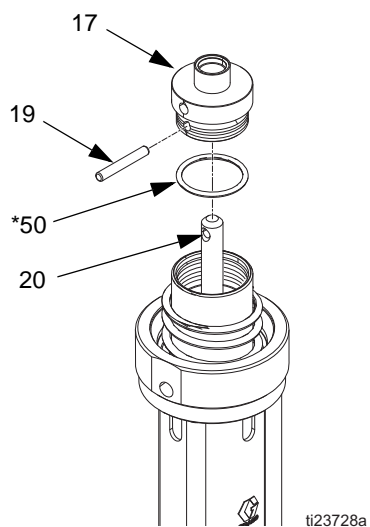

图 14
- 拆下定位销 (19) 并从传动轴 (20) 上取下活塞帽 (17)。卸下活塞帽上的 O 形圈 (50*)。检查所有零配件是否损坏。参见图 14。